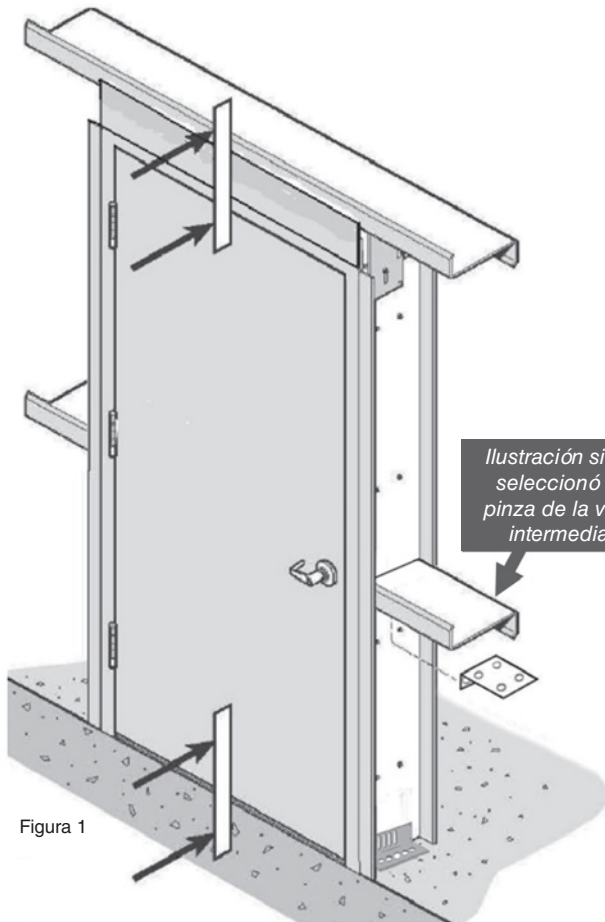

Figura 1
1. Después de desembalar, coloque la puerta debajo de la viga donde se desee. El exterior del marco y del segundo marco deben estar directamente debajo de la parte exterior de la viga. (Figura 1)